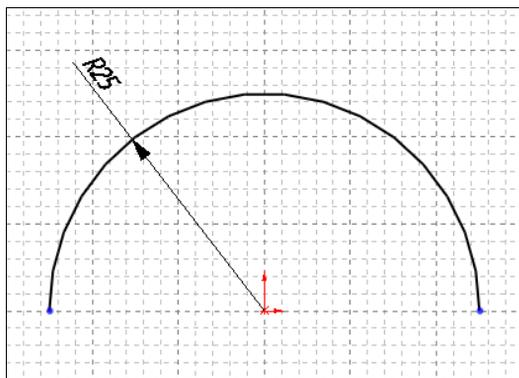

Рис. 2.92
1. Выберем в Дереве Конструирования плоскость Спереди и нарисуем эскиз первой поверхности (рис. 2.92).